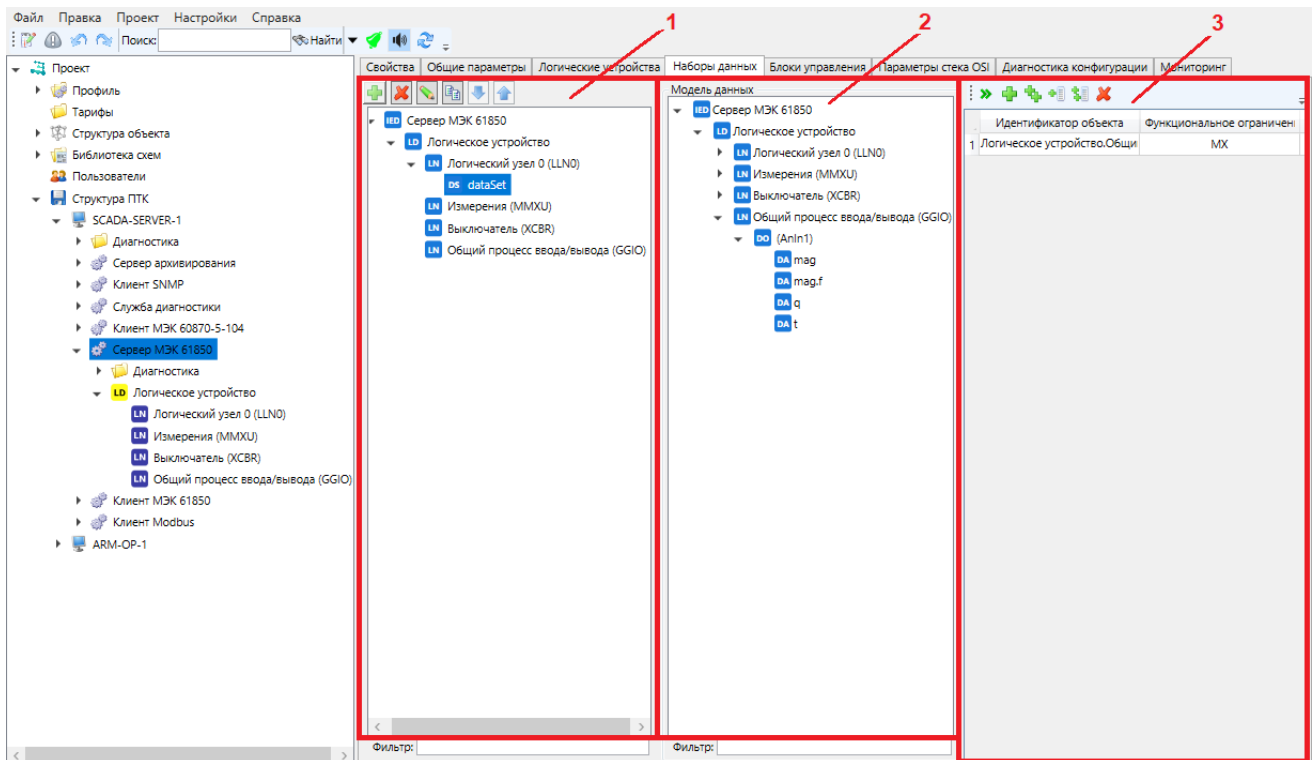

Рисунок 26 – Раздел «Наборы данных» сервера МЭК 61850
Раздел «Наборы данных» (рисунок 26) позволяет создавать наборы сигналов, используемые при передаче данных через механизм отчетов или GOOSE-сообщений.
Область наборов данных (рисунок 26, поз. 1) позволяет средствами иерархического редактора справочников просматривать список имеющихся наборов и добавлять новые наборы данных.
- выполнить команду создания элемента  панели инструментов области наборов данных (рисунок 26, поз. 1). Команда копирования  панели инструментов области наборов данных позволяет создать копию выделенного набора данных;
- командой  панели инструментов области текущего набора данных (рисунок 26, поз. 3) заполнить пользовательский набор данных сигналами из модели данных (рисунок 26, поз. 2). В набор данных допускается добавление как объектов данных (DO), так и отдельных атрибутов (DA);
Для удаления выбранного набора данных выполнить команду удаления  панели инструментов области наборов данных (рисунок 26, поз.1). Удаление выполняется при подтверждении команды (рисунок 10). Выход из режима подтверждения с сохранением изменений выполняется по команде «ОК». Выход из режима подтверждения без сохранения изменений выполняется клавишей ESC либо по команде «Отмена».